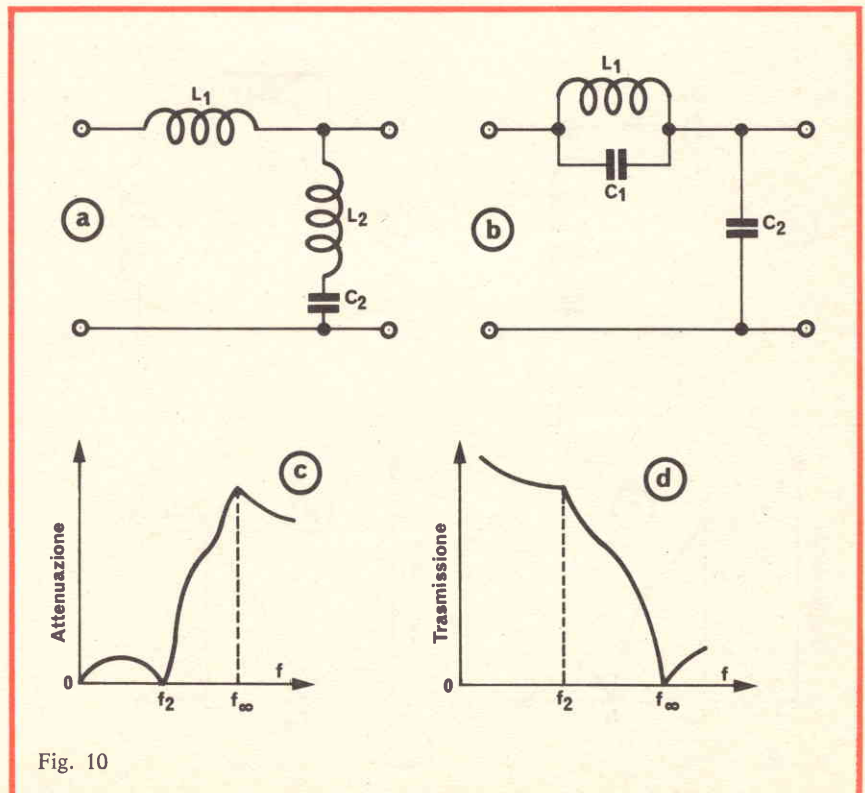

Fig. 10
Così la formula (5) diventa uguale alla formula (1), la formula (6) scompare e L_2 anche (bisogna sostituire L_2 con il collegamento di fig. 10/a); anche la formula (7) scompare perché $C_1 = 0$. Per cui nella figura 10/b C_1 deve essere eliminato; la formula (8) diventa la formula (2). La formula (9) dà allora $f_2 = f_\infty$. La configurazione del filtro è, in queste condizioni, quella della figura 9.